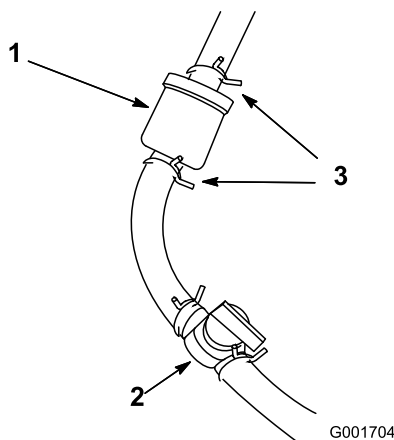

Figura 53
1. Cierre la válvula de cierre del combustible (Figura 53).
2. Coloque un recipiente debajo del filtro, afloje la abrazadera en el lado del carburador del filtro y retire el tubo de combustible del filtro (Figura 53).